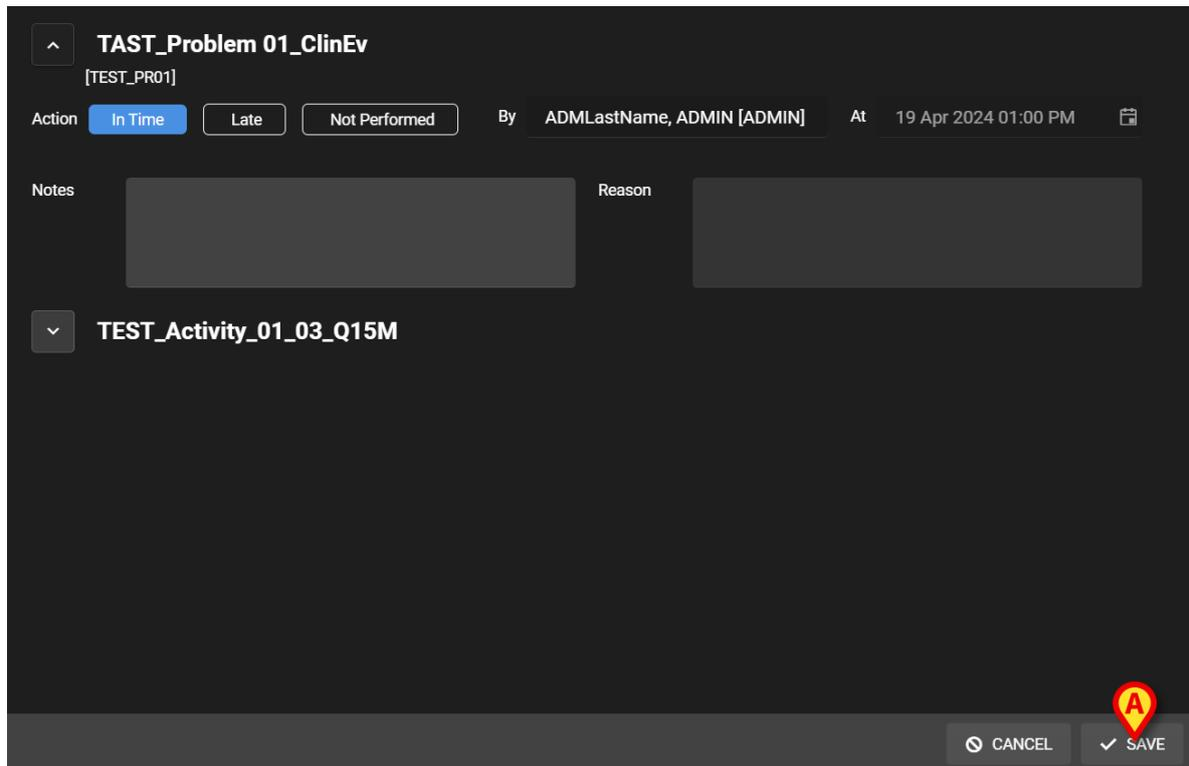
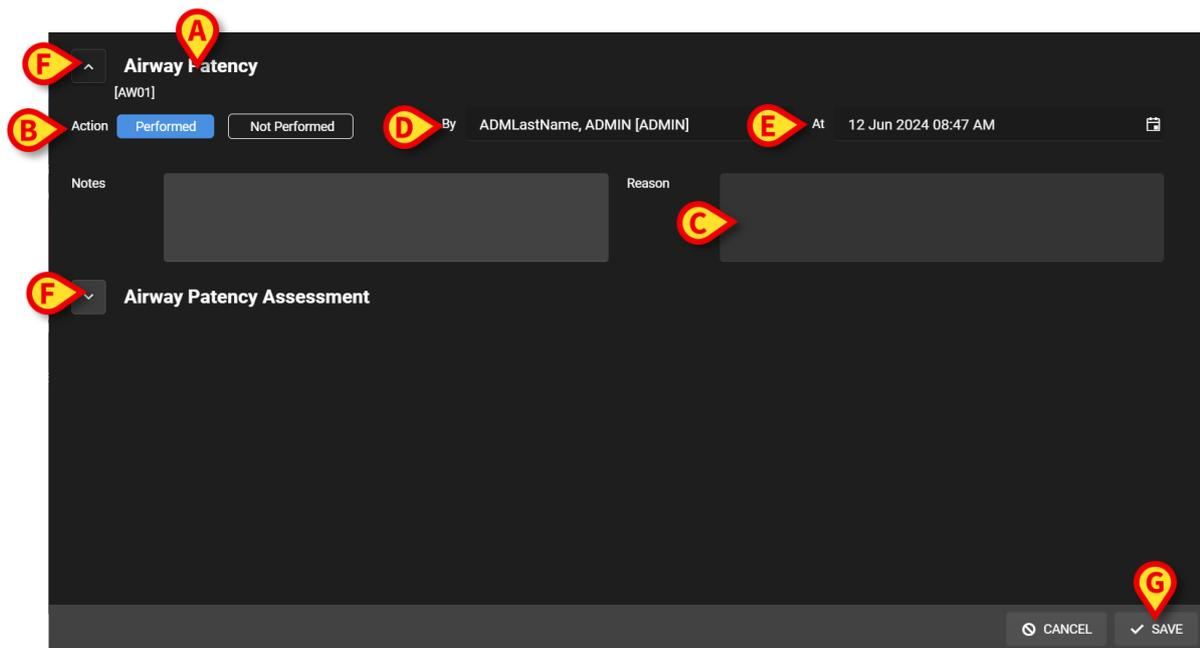

Fig 67
Fig 81
- Haga clic en **Save** (Guardar) (Fig 67 A).
- el problema abordado por la actividad (Fig 81 **A**).
- la indicación de si la acción se ha realizado o no (Fig 81 **B**). En el caso de actividades programadas a una hora exacta, esta opción múltiple incluye las opciones "In Time" (A tiempo) y "Late" (Retrasada) (véase Fig 67 como ejemplo). Si una actividad se documenta como "Not Performed" (No realizada) o "Late" (Retrasada), se habilita Fig 81 el campo "Reason" (Motivo) (**C**), que requiere indicar la razón por la que la actividad se ejecutó tarde o no se ejecutó. Las actividades "Not Performed" y "Late" se indican como "Anomalies" en la ventana dedicada (apartado 4).
- El nombre del usuario que documenta la actividad (Fig 81 **D**).
- La fecha/hora de ejecución (Fig 81 **E**). Haga clic en el icono  ubicado junto al campo de fecha y hora para abrir la herramienta de calendario, que permite modificar la fecha y hora en caso de que la actividad se documente en un momento distinto al de su ejecución real. En la herramienta de calendario sólo se puede seleccionar el intervalo de tiempo permitido.
Utilice los botones  para expandir y contraer cada sección (Fig 81 **F** - en la Fig 82 ambas secciones están contraídas).
Tras hacer clic en el botón **Save** (Guardar) de la ventana de ejecución (Fig 81 **G**), el resultado del cálculo aparece en la pantalla "Active Plan" en la posición correspondiente al tiempo de ejecución (Fig 86 **A**).